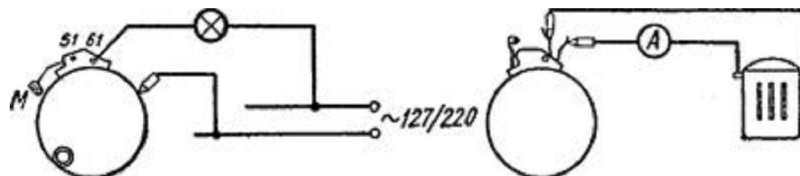
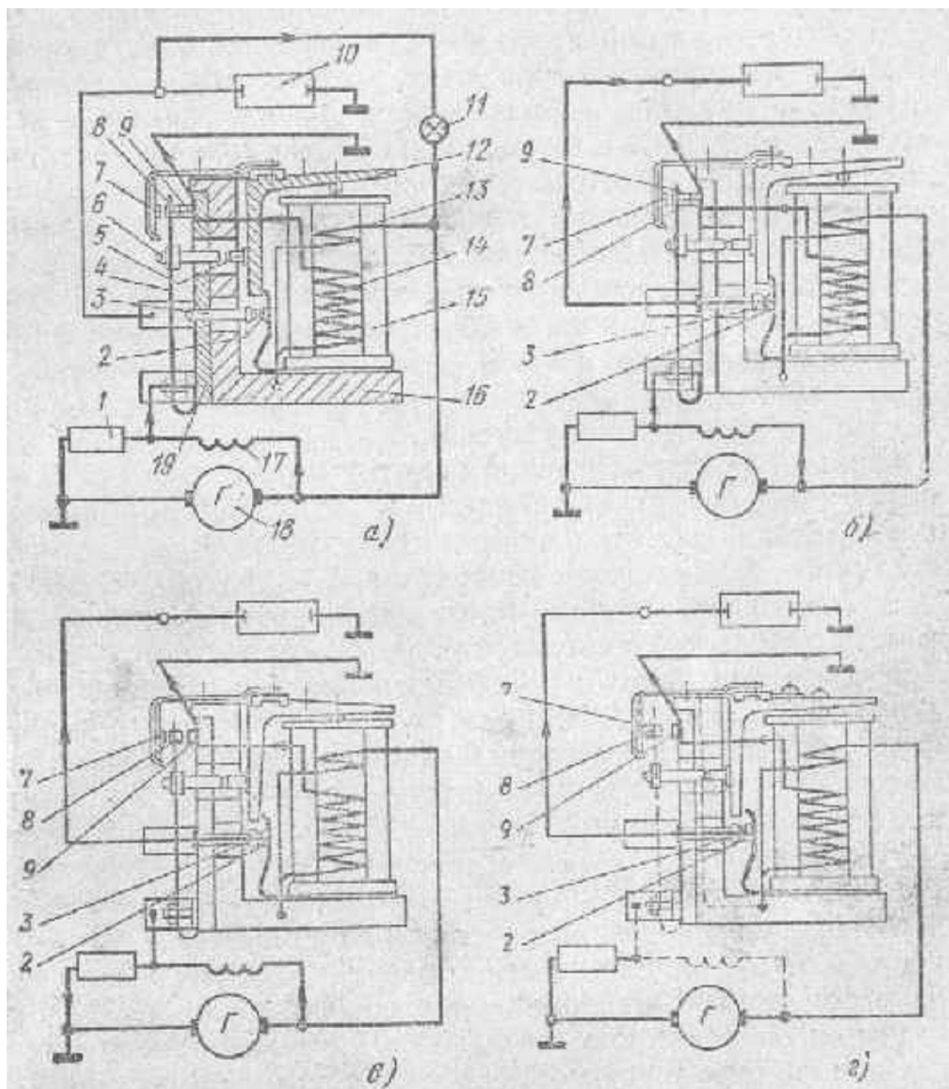
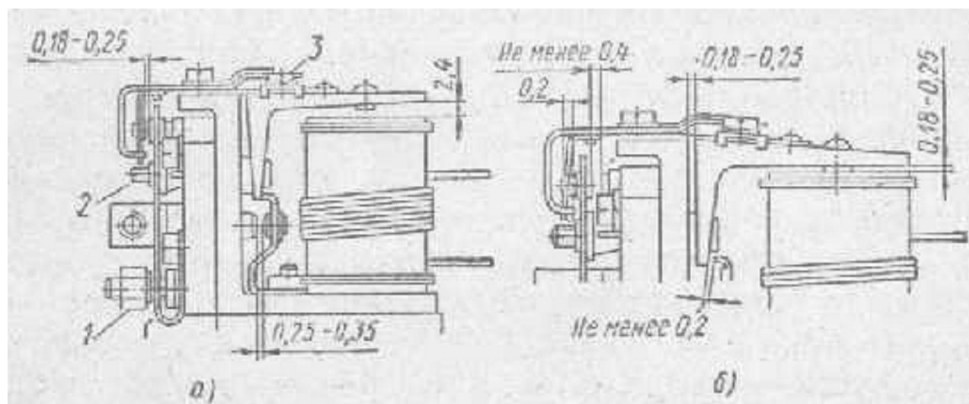

Рис. 93. Схема проверки обмоток возбуждения генератора:
Рис. 94. Схемы включения цепей реле-регулятора в зави симости от числа оборотов двигателя:
Рис. 95. Величины зазоров между контактами реле-регулятора:
Замыкание на массу обмоток возбуждения проверяют омметром или при помощи лампы, присоединяя ее к сети (см. рис. 93, а). Для этого отсоединяют провода, подходящие к клеммам 51 и 61, снимают статор с двигателя, отвертывают винт крепления добавочного резистора и изолируют его от массы, отсоединяют также от массы наконечник реле-регулятора. При замыкании на массу обмотки возбуждения лампа загорается.
При отсутствии прибора для измерения сопротивления его можно измерить косвенным путем при помощи батареи и амперметра (рис. 93). При использовании нормально заряженной батареи сила тока должна быть равна примерно 2 а. При износе коренных подшипников якорь генератора касается полюсных башмаков статора, в результате чего появляются задиры на якоре и башмаках. Вид ремонта в этом случае (конечно, после замены подшипников) зависит от степени повреждения. Если задиры неглубоки, их можно устранить напильником или шабером, не нарушая общей формы поверхности.
На стальном основании (ярме) 16 (рис. 94) закреплена электромагнит 15 с параллельной 14 и последовательной 13 обмотками. Параллельная обмотка (обмотка напряжения) представляет собой 600 витков лакированной медной проволоки диаметром 0,32 мм и 20 витков проволоки диаметром 0,4 мм (с общим сопротивлением 14 ом), намотанной непосредственно на сердечник. Снаружи обмотка покрыта изоляционным материалом. Последовательная обмотка (обмотка тока) - несколько витков медной лакированной проволоки диаметром 1,5 мм - намотана на изоляцию обмотки напряжения.
следовательно, напряжения на его зажимах), которым соответствует определенное положение контактов. Режим малых чисел оборотов (примерно 950 об/мин). Ключ зажигания замыкает цепь (см. рис. 94, а), и ток от батареи поступает к потребителям и к клемме 51 реле-регулятора. Контакты 2 и 3 разомкнуты, так как при этом числе оборотов генератор вырабатывает ток низкого напряжения, который создает лишь слабое магнитное поле, недостаточное для притягивания якоря. Поскольку обмотки реле-регулятора обладают значительным сопротивлением, ток от генератора поступает главным образом к обмоткам возбуждения 17, усиливая магнитное поле статора. Контрольная лампа 11, включенная параллельно контактам 2 и 3, горит, указывая, что потребители питаются от батареи. Режим средних чисел оборотов (примерно 1200 об/мин). Напряжение генератора превышает напряжение батареи. Магнитное поле электромагнита увеличивается током, протекающим в параллельной обмотке, и якорь реле-регулятора, немного притягиваясь, дает возможность замкнуться контактам 2 и 3 (рис. 94, б). При этом ток от генератора через эти контакты идет к батарее, заряжая ее, и к потребителям. Контрольная лампа гаснет, так как сопротивление ее нити больше, чем сопротивление обмотки тока и контактов 2 и 3.
Режим повышенных чисел оборотов (примерно 1500 об/мин). Напряжение генератора (рис. 94, в) составляет 6,5-7,2 в. Магнитное поле при этом возрастает, и реле притягивает якорь еще больше. Якорь, нажимая на регулировочный винт 6 отгибает немного плоскую пружину 4, разъединяя контакты 8 и 9. Ток возбуждения генератора проходит через добавочный резистор и далее на массу. Величина тока возбуждения при этом понижается, а следовательно, уменьшается и напряжение генератора. Якорь отходит немного от электромагнита, контакты 8 и 9 замыкаются, добавочный резистор выключается, и весь цикл повторяется с большей частотой. Реле-регулятор работает на первой ступени регулирования.
Режим высоких чисел оборотов (рис. 94, г). При дальнейшем увеличении числа оборотов генератора (вплоть до максимального) падение напряжения на добавочном резисторе не может компенсировать рост напряжения. Магнитное поле возрастает настолько, что магнитная сила преодолевает сопротивление пружины якоря и он, полностью притягиваясь, замыкает контакты 8 и 7.
Обмотка возбуждения 17 (см. рис. 94, а) генератора оказывается включенной параллельно обмотке 13 реле обратного тока, сопротивление которой во много раз меньше. Ток через обмотку возбуждения не проходит, магнитное поле статора исчезает, и напряжение генератора понижается. Якорь реле отходит от сердечника, контакты 7 и 8 размыкаются, и напряжение генератора снова повышается. Цикл повторяется. Реле-регулятор работает на второй ступени регулирования. Напряжение генератора поддерживается в пределах 7,5-8,1 в.
При числе оборотов около 1000 в минуту (примерно 25 км/ч по показаниям спидометра) напряжение генератора достигает 6,2 в и контакты 2 и 3 (см. рис. 93, б) начинают замыкаться. Когда число оборотов составляет 1200-1500 в минуту (на спидометре 30-35 км/ч), контакты 2 и 3 полностью замыкаются, напряжение генератора равно 6,5-7,2 в, контакты 8 и 9 размыкаются (см. рис. 94, е).
При дальнейшем повышении числа оборотов - до максимального (замер тахометром можно не производить) замыкаются контакты 7 и 8 (см. рис. 94, г), поддерживая напряжение в пределах 7,5-8,1 в. Если напряжение не достигает этого значения, то можно его увеличить путем незначительного вывертывания винта 2 (рис. 95) после остановки двигателя. В новом положении винт стопорят краской или клеем (БФ-2, карбинольный и т. п.).
Первыми должны замкнуться контакты 2 и 3 (см. рис. 94). После небольшого свободного хода якоря контакт 8 должен отойти от контакта 9 и, замкнувшись с контактом 7, переместить его на 0,18-0,25 мм от первоначального положения.
Если этот порядок нарушен, следует проверить и установить зазоры между подвижными деталями реле-регулятора при свободном и прижатом к сердечнику якоре (см. рис. 95).
Для измерения зазоров пользуются набором плоских щупов, а если и нет несколькими бритвенными лезвиями толщиной 0,08 и 0,1 мм. Нужный зазор между контактами 2 и 3 (см. рис. 94, а) можно установить, подпилив упорный носик пружины контакта 2 или изменив ее положение после отвертывания гайки крепления.
После этого полностью прижимают якорь к сердечнику и вращением регулировочного винта устанавливают положение контакта 7 (см. рис. 94, б).
1. Напряжение без нагрузки. К клемме 51 подсоединяют вольтметр V1, Амперметр и батарею отключают. Число оборотов генератора увеличивают до установления постоянного значения напряжения. Реле-регулятор работает на второй ступени регулирования. Напряжение регулируют гайкой 7 (см. рис. 95) в пределах 7,5-8,1 в. Затем плавно уменьшают число оборотов генератора до тех пор, пока не замкнутся контакты 8 и 9 (см. рис. 94, а) - реле работает на первой ступени регулирования. Величина напряжения в этот момент должна быть на 0,5 в меньше, чем при работе реле на второй ступени. При необходимости регулировку производят винтом 2 (рис. 95). Затем снова проверяют и при необходимости регулируют напряжение второй ступени.
В момент замыкания контактов 2 и 3 (рис. 95), когда амперметр покажет изменение направления тока, по вольтметру V2 определяют величину напряжения замыкания контактов, оно должно быть в пределах 6,2-6,8 в. Регулировку производят передвижением пластины (см. рис- 95), установленной сверху якоря.
4. Обратный ток. Подключают в цепь амперметра батарею. Снижают число оборотов генератора до тех пор, пока не разомкнутся контакты 2 и 3 (см, рис. 94). Показание амперметра перед моментом размыкания контактов и будет величиной обратного тока. Обратный ток силой 5 а обеспечивается правильной установкой зазоров. После окончательной проверки реле-регулятора необходимо поставить на краске гайку и болты, которые отворачивались при регулировке.